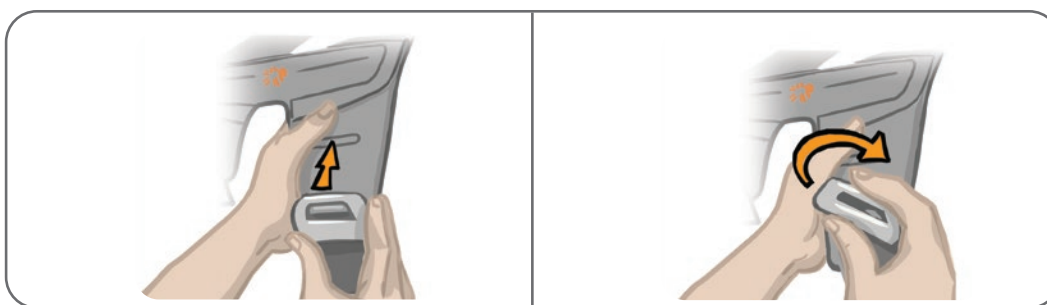

Figura 11-13: Fixar de volta as correias da coxa
2. Empurre a fivela da correia com os polegares em direção à correia (na direção oposta ao manguito da coxa). Veja a Figura 11-13. A fivela da correia irá encaixar no gancho do painel do manguito da coxa.